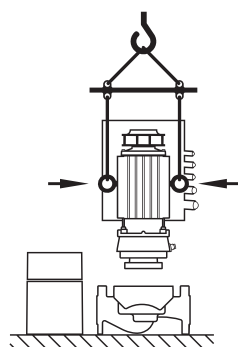

Fig. 25: Transport av instickssats
- Om transportöglorna ska eller har tagits bort från motorflänsen och monterats på motorhuset får de endast användas för att lyfta och transportera instickssatsen (Fig. 25) och inte för att transportera hela pumpen eller för att lossa instickssatsen från pumphuset (observera den tidigare demonteringen och påföljande monteringen av distansringarna).